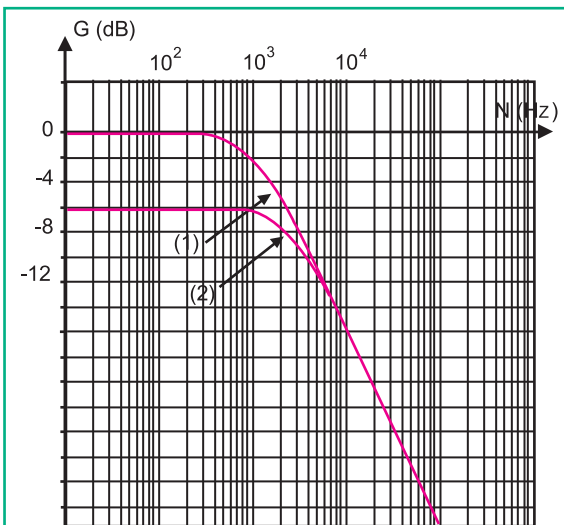

Fig.2: Courbes de réponse en gain
La réponse en gain  $G = h(N)$  du filtre est donnée par la courbe 1 de la figure 2.
**B-** Dans une seconde étape, on fait l'étude du filtre avec une charge, c'est-à-dire  $K$  fermé (Fig.1). La réponse en gain du filtre est donnée par la courbe 2 de la figure 2.